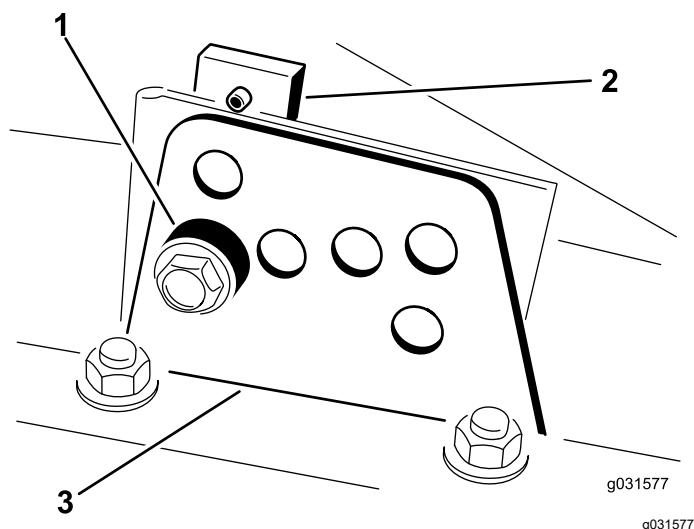

Figura 17
2. Afloje el perno que sujeta cada soporte de altura de corte a la pletina de altura de corte (delante y en cada lado), tal y como se muestra en la Figura 17.
4. Sujetando la cámara, retire el espaciador (Figura 17)